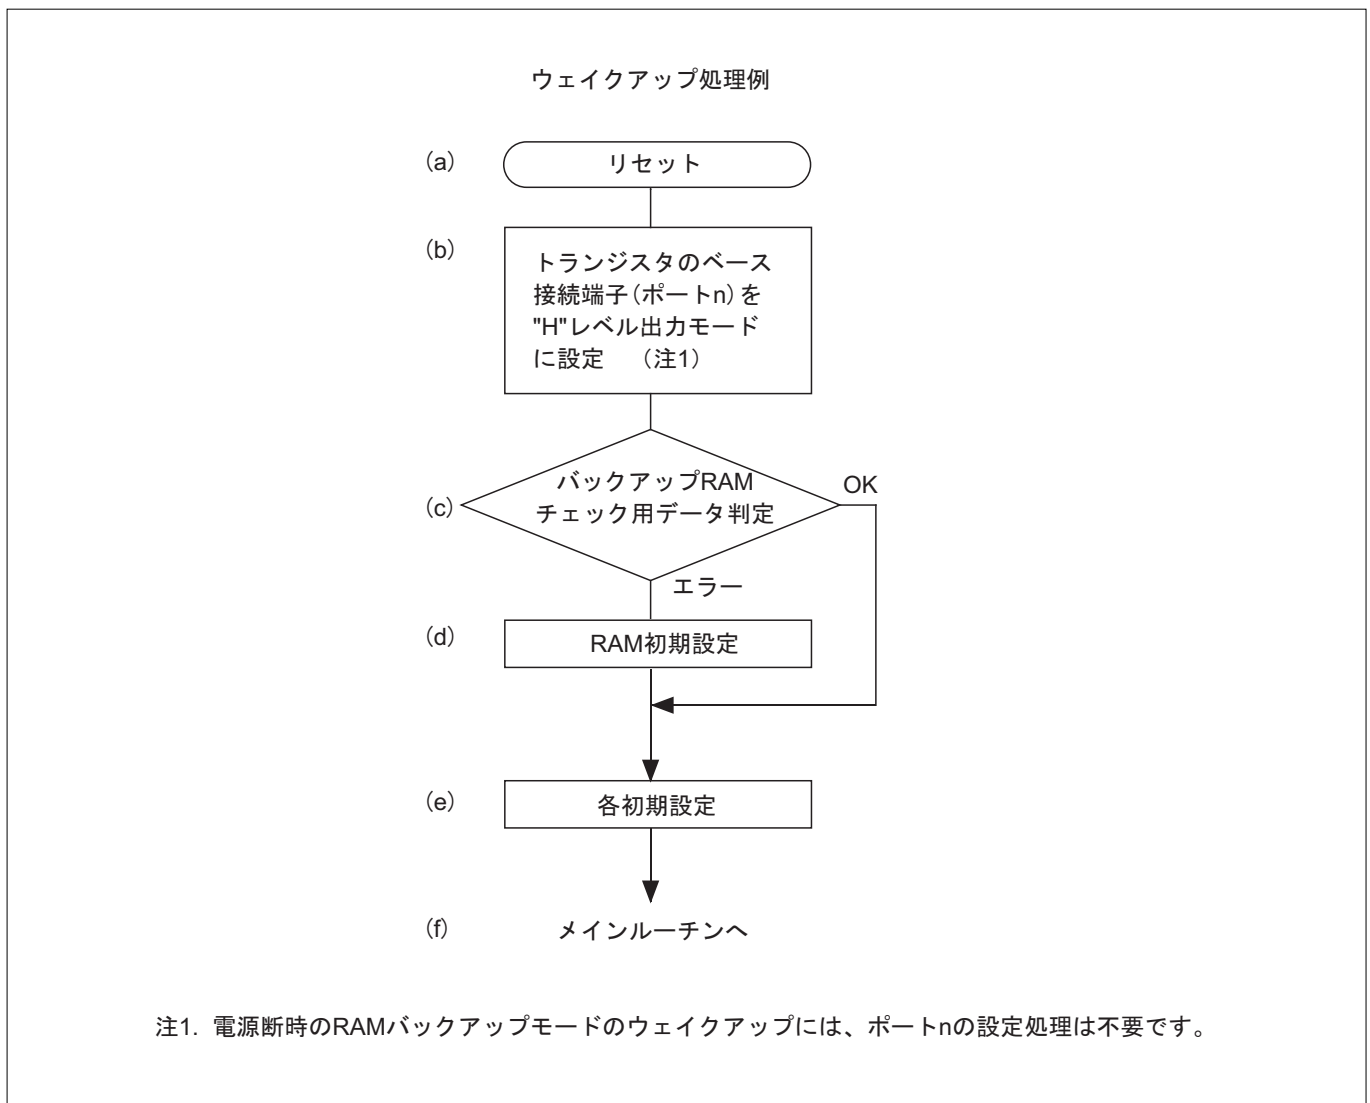

図19.4.1 ウェイクアップ処理
RAMバックアップモードを解除して通常動作に復帰するための処理を、ウェイクアップ処理と呼びます。図19.4.1にウェイクアップ処理例を示します。
- (1) リセット動作を実行(図19.4.1の(a))
- (2) ポートnを出力モードに設定し、"H"レベルを出力(図19.4.1の(b))〔注1〕
- (3) RAMバックアップモード時に作成した、チェック用データの内容を判定(図19.4.1の(c))
- (4) (3)の判定結果が一致しなかった場合、RAMの初期設定を実行(図19.4.1の(d))
- (3)の判定結果が一致した場合は、保持されていたデータをプログラム中で使用
- (5) 各初期設定の実行(図19.4.1の(e))後、メインルーチンへ復帰(図19.4.1の(f))